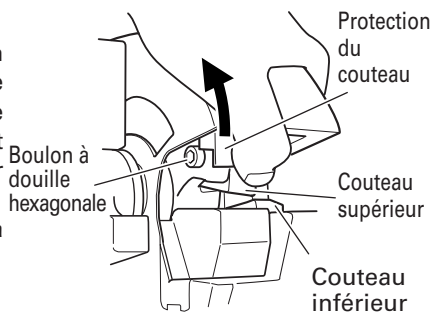

Fig. 10
- Si l'on retire le boulon à douille hexagonale avec une clé Allen, le couteau sortira. (Pousser la protection du couteau vers le haut dans le sens la flèche de la Fig. 10 pour faciliter le retrait du couteau supérieur.)
- Si l'on retire le boulon à douille hexagonale à l'aide de la clé Allen, on pourra retirer le couteau. (Pousser la protection du couteau dans le sens de la flèche, comme indiqué à la Fig. 10, pour faciliter le retrait du couteau supérieur.)